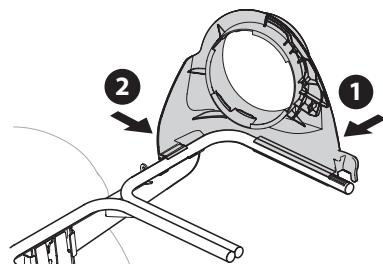

Figura 7
- Calce a presión el soporte de canal superior (731-17091A) colocando primero la porción lateral sobre el riel de soporte de la embolsadora (1). Consulte la Figura 7.
- Calce a presión el lado delantero del soporte del canal al riel (2), como se muestra en la Figura 7.